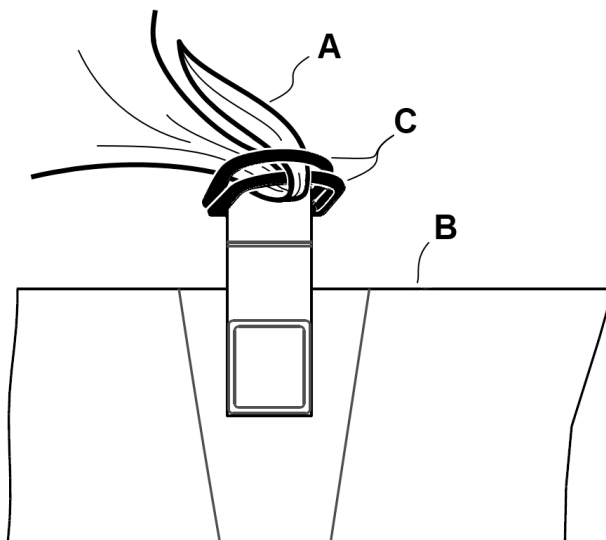

Figura 15 – Coloque las sábanas
1. Separe los anillos en «D» (C) (Figura 15).
2. Pase las cuatro esquinas de las sábanas a través de los anillos en «D» (C) acoplados a la funda inferior para sujetar las sábanas (A) a la superficie de soporte (B).